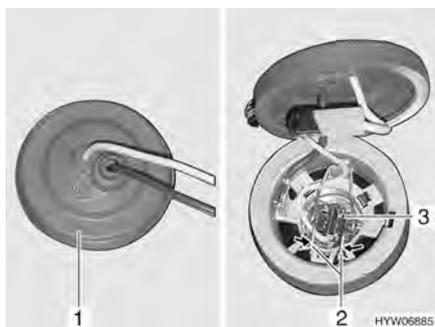

Fig. 226 Abbagliante/luce di posizione/faro anabbagliante
- Togliere il copripolvere di gomma (Fig. 226,1) dall'involucro.
- Stringere la staffa di metallo (Fig. 226,2) ed estrarla dal supporto.
- Estrarre dall'involucro la lampada ad incandescenza (Fig. 226,3) con il cavo.